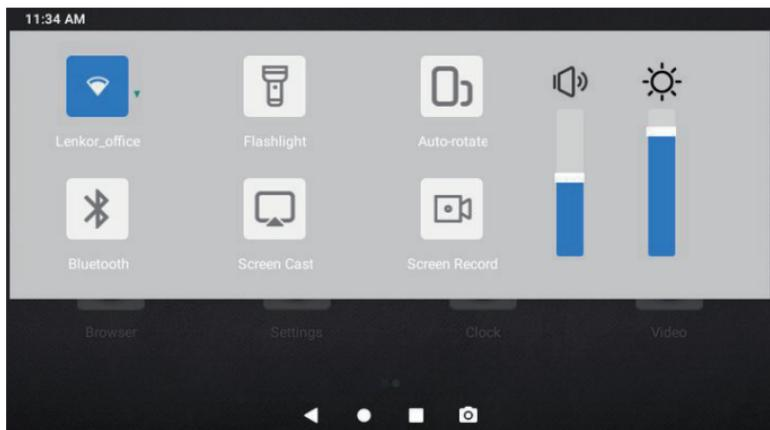

Figure 1.2.2
**Menu Déroulant :** Balayez vers le bas depuis le haut de l'écran pour afficher le Menu Déroulant. Cela vous donne un accès instantané au Wi-Fi, au Bluetooth, à une lampe de poche, au volume, à la luminosité de l'écran, à la projection de l'écran, à la rotation et à l'enregistrement de l'écran (voir Figure 1.2.2).